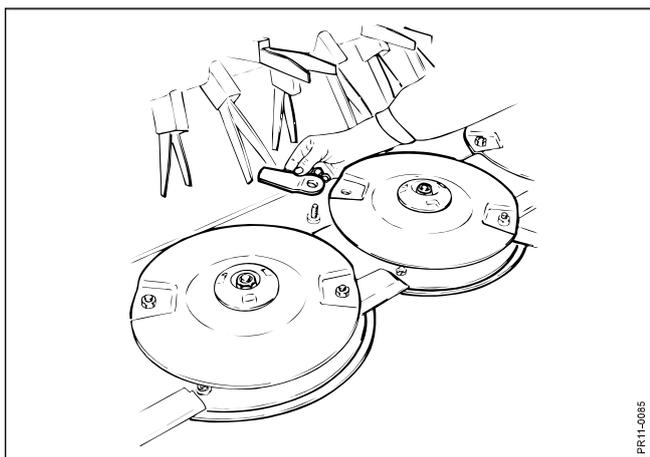

Fig. 5-12
- Fig. 5-12** Pour obtenir un travail satisfaisant, il est important que les couteaux et les contre couteaux soient en bon état et tranchants. Le remplacement des couteaux s'effectue en démontant le boulon de couteau et en le sortant par dessous le disque. Retirer l'ancien couteau et monter le nouveau avec le boulon. Les couteaux peuvent être utilisés sur les deux faces en les interchangeant d'un disque à un autre tournant en sens inverse.